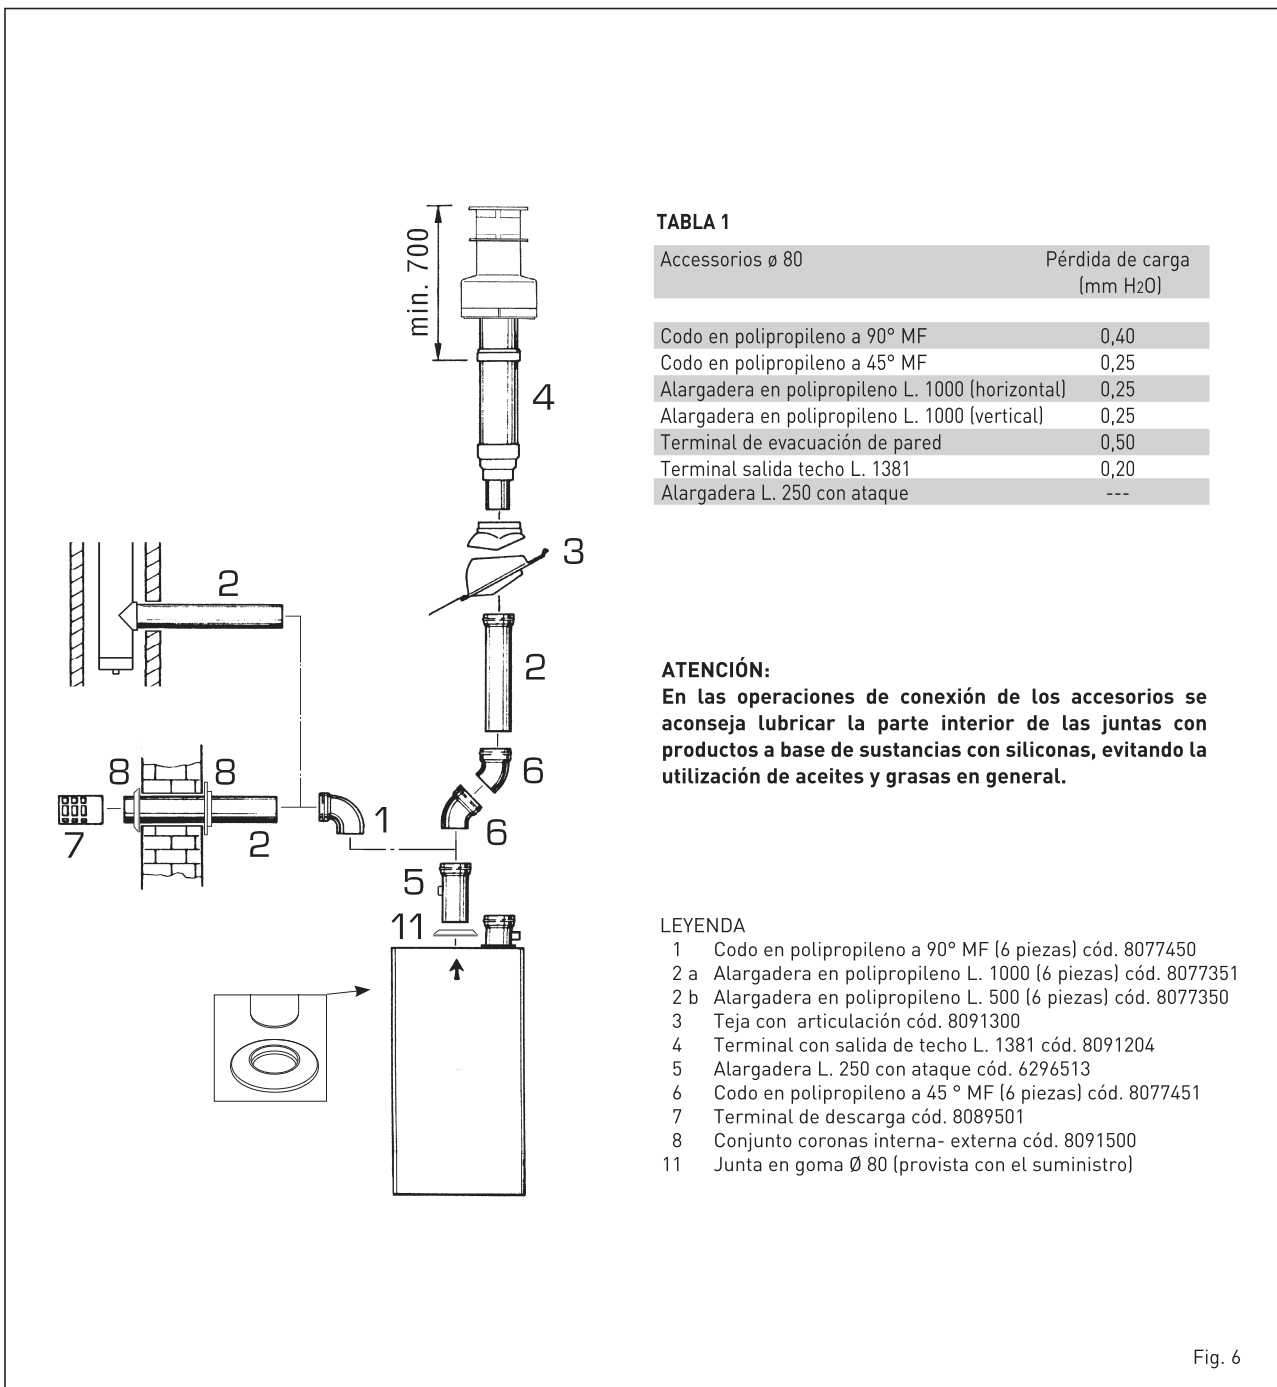

Fig. 6
2.4 DESCARGA FORZADA TIPO B23P-B53P (fig. 6)
Para la realización de esta configuración de descarga consulte la fig. 6. Con la caldera se entrega una junta de goma de $\varnothing 80$ que se debe usar como se muestra
Para las pérdidas de carga de los accesorios consultar la **Tabla 2** y para el cálculo de las pérdidas de carga ver el ejemplo de la fig. 6/a.
Los esquemas de la fig. 6/b ilustran algunos ejemplos de los diferentes tipos de modalidad de evacuación admitidos.